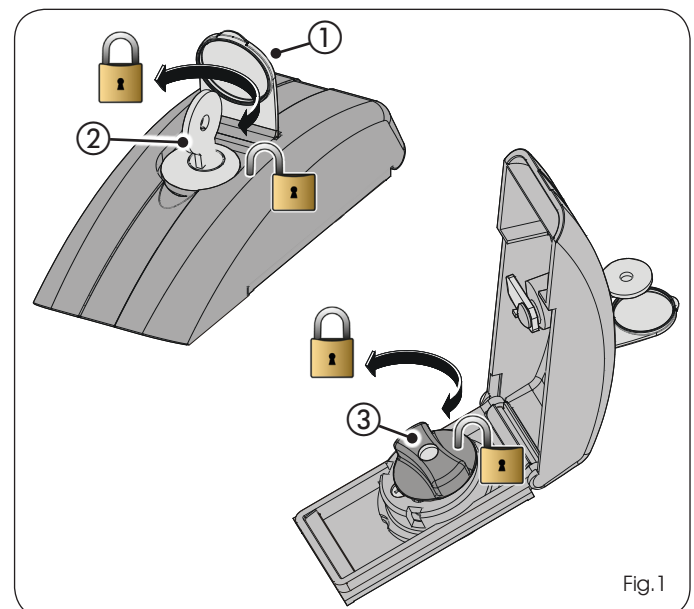

Fig.1
- 1) Lever le bouchon de protection (Fig.1, réf. ①) et insérer la clé ad hoc fournie dans la serrure (Fig.1, réf. ②).
- 3) Tourner la poignée de déverrouillage (Fig.1, réf. ③), dans le sens anti-horaire, jusqu'en butée.